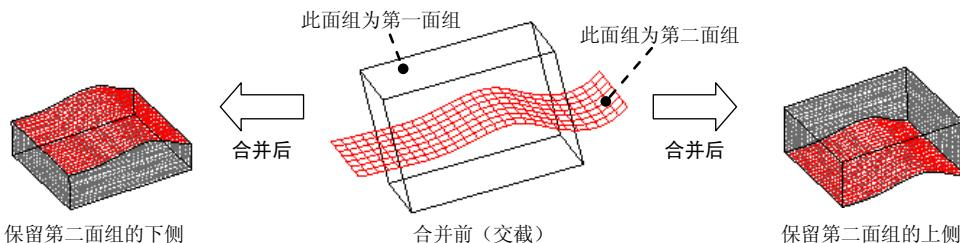

图 6.5.2 “相交”类型
- **相交** 单选项：即交截类型，合并两个相交的面组。通过单击图 6.5.1 中的 C 按钮或 D 按钮，可指定面组相应的部分包括在合并特征中，如图 6.5.2 所示。